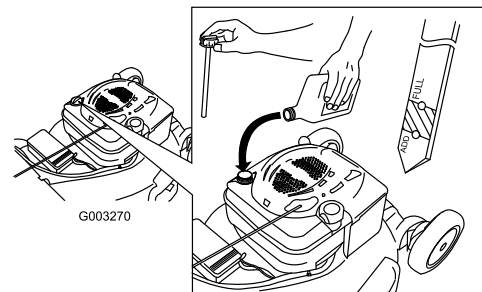

Figure 38
4. Versez de l'huile **lentement** dans le goulot de remplissage pour faire monter le niveau de liquide jusqu'au repère du plein (Full) sur la jauge (Figure 38). **Ne remplissez pas excessivement.** (Remplissage max. : 0,59 l (20 onces), type : huile détergente SAE 30W de classe de service API SF, SG, SH, SJ, SL ou supérieure.